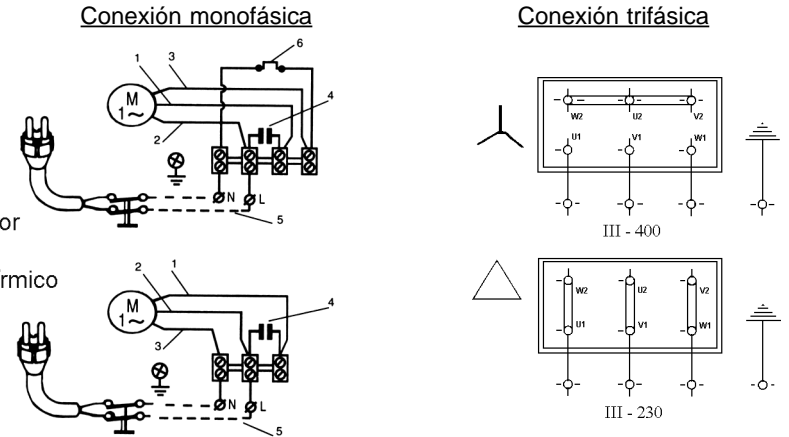

Figura 3 : Conexiones eléctricas
La protección del sistema se realizará con un interruptor diferencial (I_{fn} = 30 mA.). Si tiene que funcionar al aire libre, el cable de alimentación debe corresponder a la norma CEE(2) o bien al tipo H07 RN-F según VDE 0250. En los esquemas de la figura 3 se facilitan una correcta conexión eléctrica.